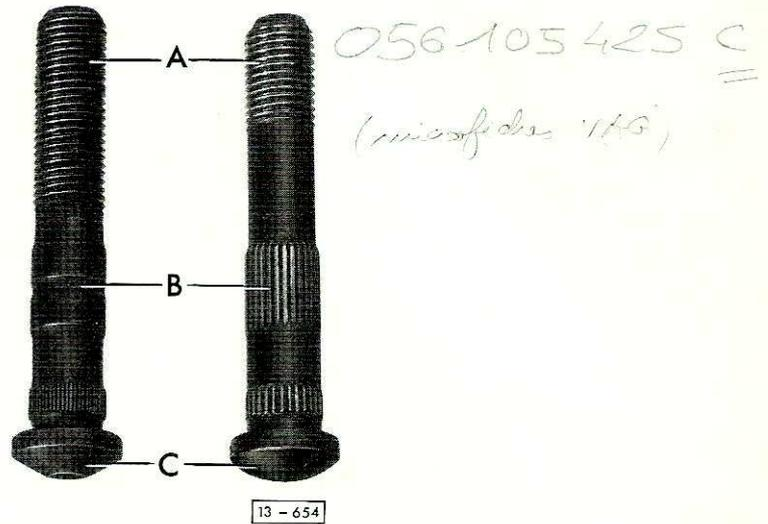

Fig. 10 Caractéristiques distinctives des boulons de bielle
- Caractéristiques distinctives — fig. 10